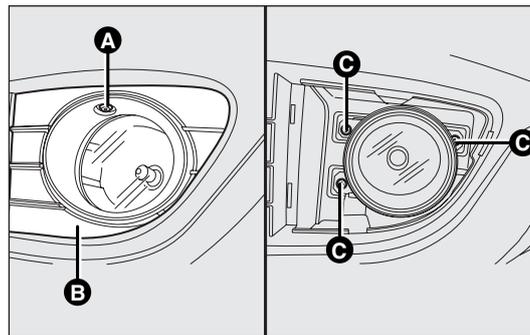

fig. 167
- svitare la vite A-fig.167 ed estrarre la maschera di protezione B;